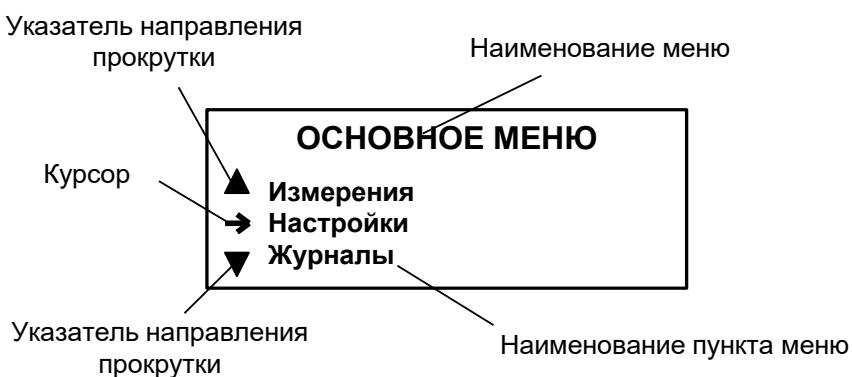

Рис.1. Вид основного меню.
- 1.1.1. Для управления расходомером с клавиатуры ВП используется многоуровневая система меню (Приложение А), состоящая из основного меню, подменю и окон, содержащих списки команд и параметров. Основное меню (рис.1) имеет неизменный состав. Состав и структура подменю и окон, а также возможности модификации установочных параметров определяются режимом работы расходомера.
- 1.1.3. Индикация на дисплее состоит из наименования меню (окна), расположющегося неподвижно в первой строке дисплея жидкокристаллического индикатора (ЖКИ), и наименований пунктов меню (параметров), которые могут смещаться вверх или вниз (рис.1).
1.1.5. Одновременно на дисплее может индицироваться не более 3-х строк (пунктов меню, параметров из списка). Поэтому в начале первой и последней строк пунктов (параметров) могут располагаться указатели направления прокрутки в виде треугольников (рис.1), вершины которых направлены в стороны возможного перемещения курсора по строкам (пунктам меню, параметрам).